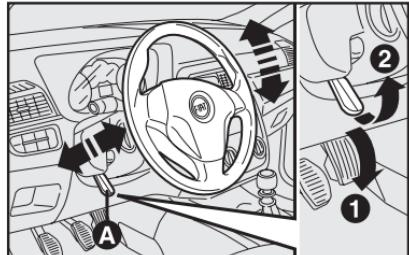

fig. 10
VOLANTE - fig. 10
1) Desplace la palanca A hasta la posición **1**-fig. 10.
3) Vuelva a poner la palanca en la posición **2**-fig. 10 para trabar nuevamente el volante.